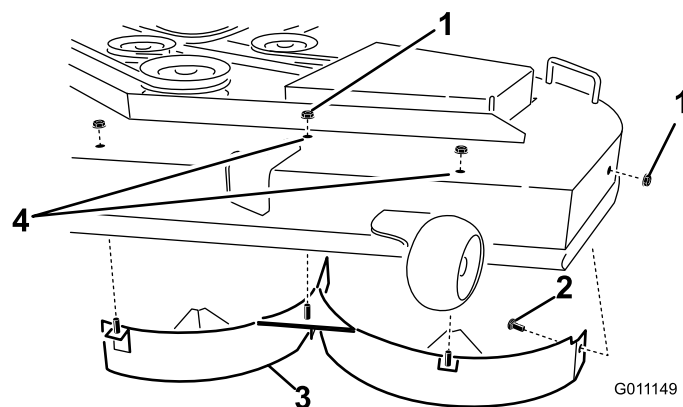

Figure 31
6. Retirez les trois contre-écrous (5/16 pouce) fixés aux montants soudés du déflecteur gauche sur le dessus du plateau de coupe, au centre, à gauche du centre et à gauche (Figure 31). Sur la paroi latérale du plateau de coupe, retirez le boulon de carrossier et le contre-écrou qui fixent le déflecteur gauche au plateau.
7. Enlevez le déflecteur gauche du plateau de coupe, comme illustré à la Figure 31.
8. Trouvez les deux boulons et contre-écrous dans les pièces détachées. Placez ces fixations dans les trous du plateau de coupe (voir Figure 31) pour éviter la projection de débris. Montez le boulon par le dessous du plateau de coupe et fixez-le à l'extérieur avec un contre-écrou.